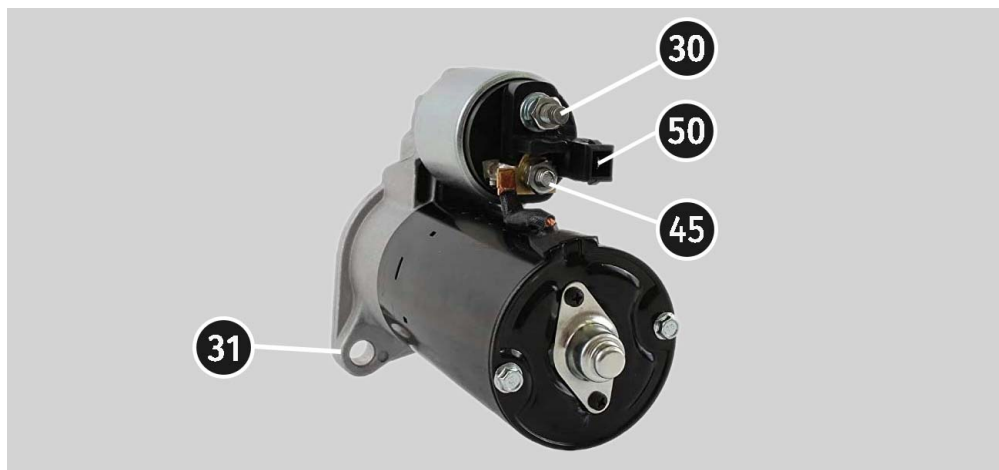

Рисунок 15. Расположение клемм на стартере
3. Разъем стенда «50» кабелем подключите к управляющему выводу соленоида стартера клемма 50, см. рис. 15.
4. Разъёмы стенда К30 и К45 подключите к соответствующим клеммам стартера см. рис. 15.